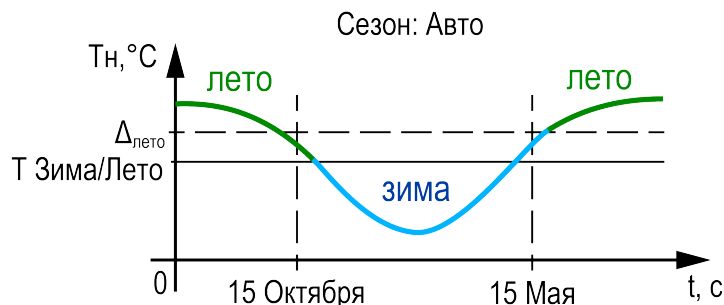

Рисунок 9.7 – Определение сезона
- параметр **Переход: Авто** — к условию перехода между режимами в ручном режиме добавляется условие автоматического перехода (см. рисунок 9.7). Условие перехода в **Лето**: среднесуточная температура наружного воздуха стала выше значения установленного в параметре **Уставка лето** на 3 градуса (не редактируемая величина) и текущая дата находится в диапазоне между датой включения режима **Лето (Вкл)** и датой выключения (**Выкл**). Условие перехода в **Зиму**: среднесуточная температура наружного воздуха стала ниже значения установленного в параметре **Уставка лето** и текущая дата находится в диапазоне между датой выключения режима **Лето (Выкл)** и датой включения (**Вкл**). На рисунке 9.7 в качестве примера изображается 15 октября (дата перехода из Лета в Зиму) и 15 мая (дата перехода из Зимы в Лето).